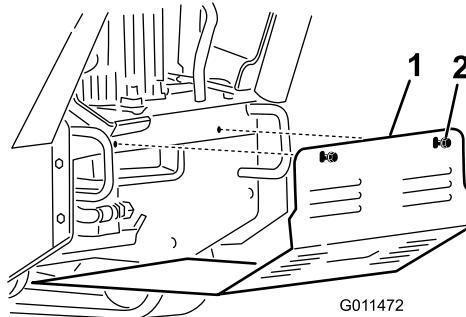

Figura 26
2. Afloje secuencialmente los dos pernos que sujetan el protector inferior hasta que el deflector quede libre (Figura 26).
2. Coloque el protector inferior en la máquina de manera que descance sobre las 4 pestañas (Figura 26).